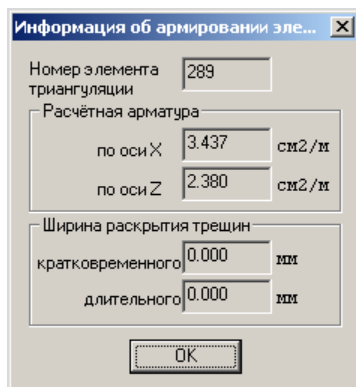

Рис.4.4.15. Окно диалога **Информация об армировании элемента**
- В открывшемся окне диалога **Информация об армировании элемента** (рис.4.4.15) просмотрите данные.